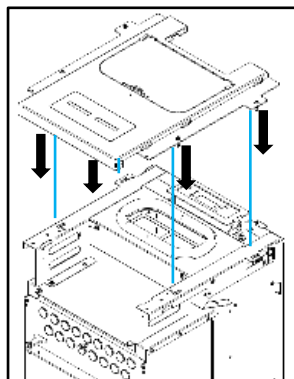

Figura 35 – Colocação tampo superior
a) Colocar o tampo superior como demonstra a Figura 35. Para garantir que o tampo fica devidamente colocado, este contém quatro pinos na parte inferior que devem encaixar nas molas que se encontram na estrutura.